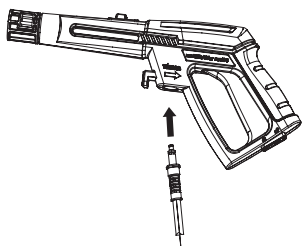
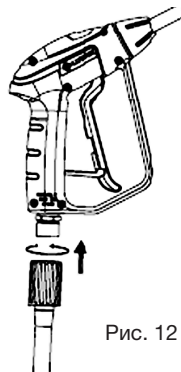

Рис. 10
Рис. 11
1. Для моделей **DAW 400 / 450 / 500 / 550 / 625 / 650** вставьте шланг в пистолет до появления характерного щелчка (Рис. 10). Для моделей **DAW 700 / 725 / 750 / 775** заверните по резьбовому соединению до упора (Рис. 11).